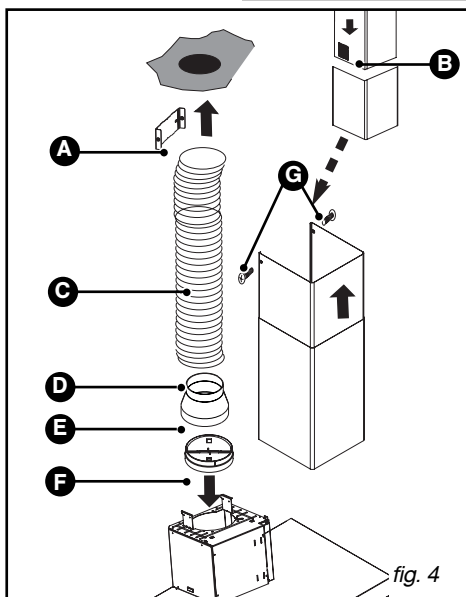

fig. 4
– Das Rohrende auf den Motorausgang schieben (Abb. 4).
– Den Teleskopkamin vorbereiten und dabei die Ansaugöffnungen sorgfältig verstecken (B/Abb. 4). Den so zusammengesetzten Kamin auf die Abzugshaube schieben und den oberen Teil anheben, um die Höhe zu justieren (F/Abb. 4), dann auf der Metallhalterung des Kamins (A/Abb. 4) festschrauben (4).